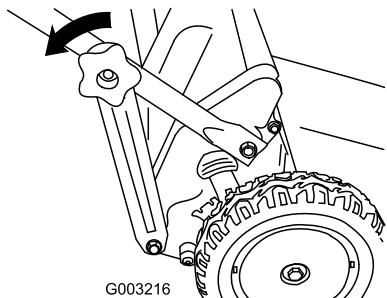

Figura 13
- Retire los pomos del manillar inferior que sujetan los extremos del manillar inferior a los soportes del manillar (Figura 13).